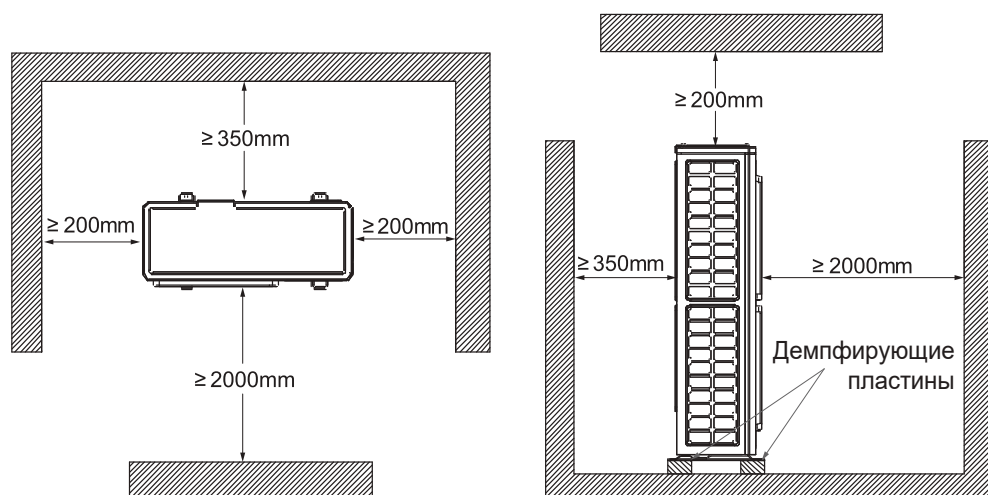

рис.2
- (1) Наружный блок должен устанавливаться в соответствии с требованиями раздела 1 настоящего руководства и требованиям СНиП.
- (2) Наружный блок должен устанавливаться на бетонном или стальном каркасе.
- (3) Между наружным блоком и основанием, по углам должны быть установлены демпфирующие пластины.
- (4) Требования по размещению наружных блоков серии DV-MAX i2 mini согласно рис.2.